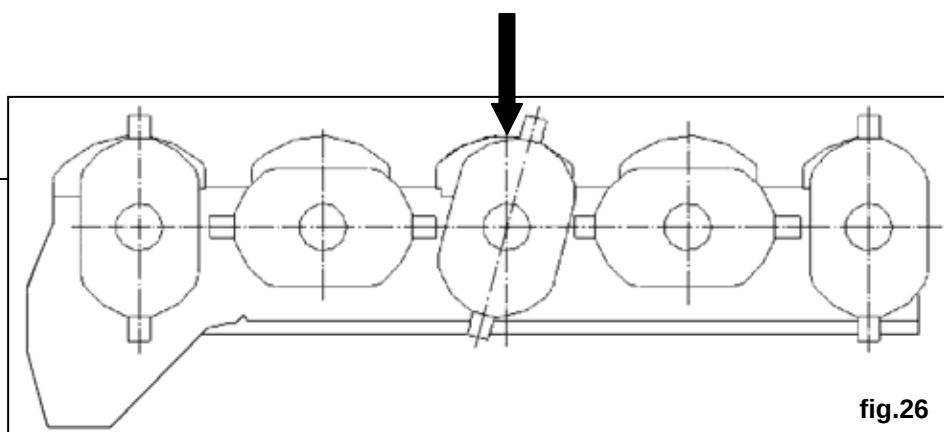

fig.26
- identificare il disco portacoltelli fuori fase (fig.26);
- Identify which disk is out of line (fig.26);
- identifier le disque hors phase (fig.26);
- identificar el disco que está fuera de fase (fig.26);
- nach der beschädigten Scheibe suchen (Abb.26);